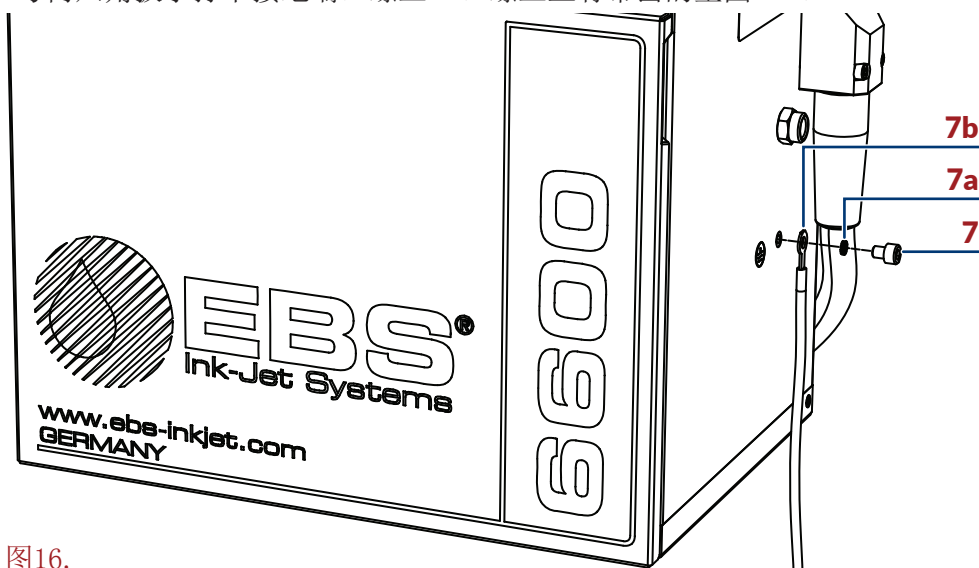

图16.
安装 **BOLTMARK® II** 系列 喷码机时，将接地端口 **7**（见第41页图16）连接至喷印系统的接地部件，如：工厂传送带。这样可以保证喷印系统各个独立部分的电位相等。特别是当喷码机与电子通讯网络，如以太网连接时，需要做这样的处理。
2. 按 图16 将保护地线的接线鼻 **7b** 连接至端口 **7**。